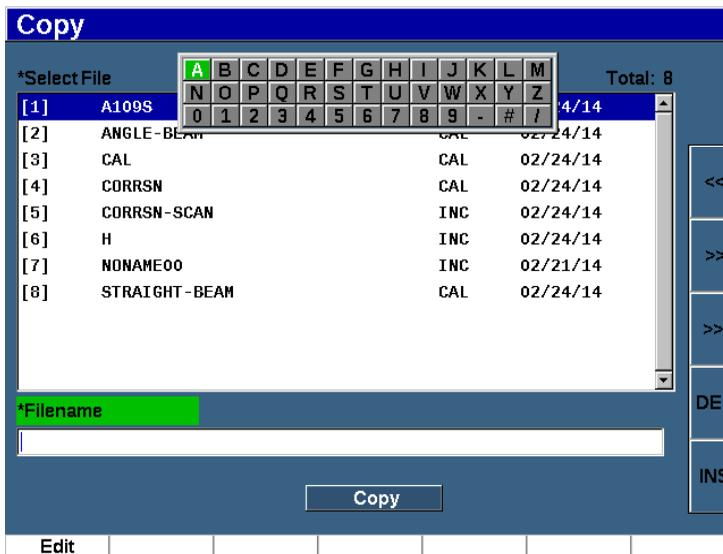

Рис. 10-23 Меню настройки Copy (Копировать)
1. Выберите **Manage > Copy** (группа 5/5), чтобы открыть страницу Copy [Копир.] (см. Рис. 10-23 на стр 229).